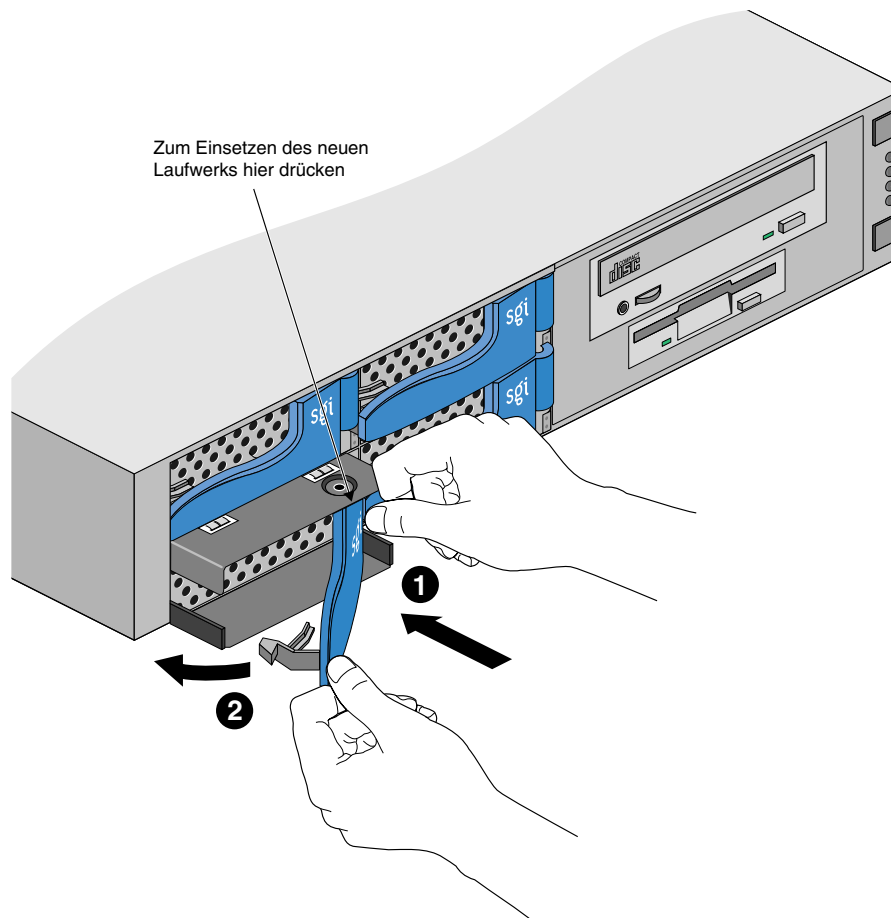

Abbildung 4-5 Austauschen eines Festplattenlaufwerks
4. Schieben Sie ein neues Laufwerk mit Hilfe des Freigabegriffs in den Laufwerkschacht. Führen Sie die Bewegung, wie in Abbildung 4-5 gezeigt, in zwei Schritten aus.